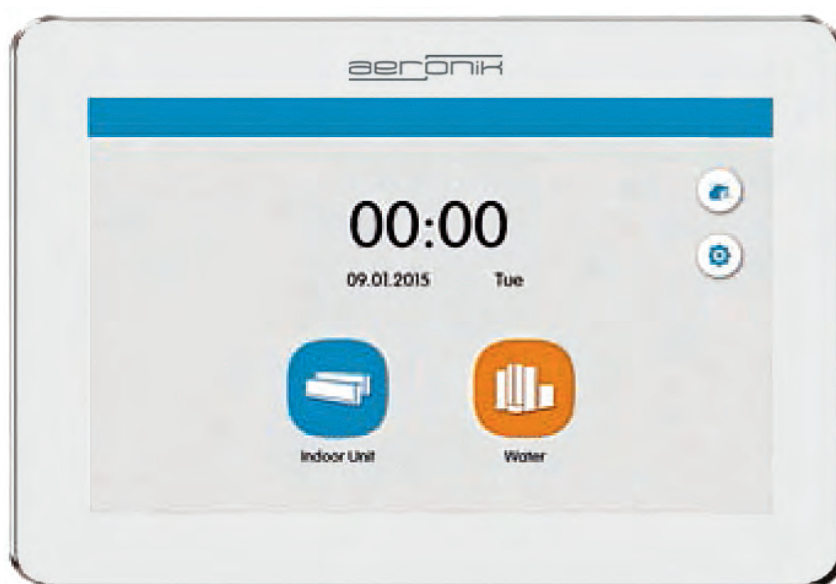

Рис. 8.17.
3. Проводной зональный пульт управления CE53-24/F(C) (рис. 8.17).